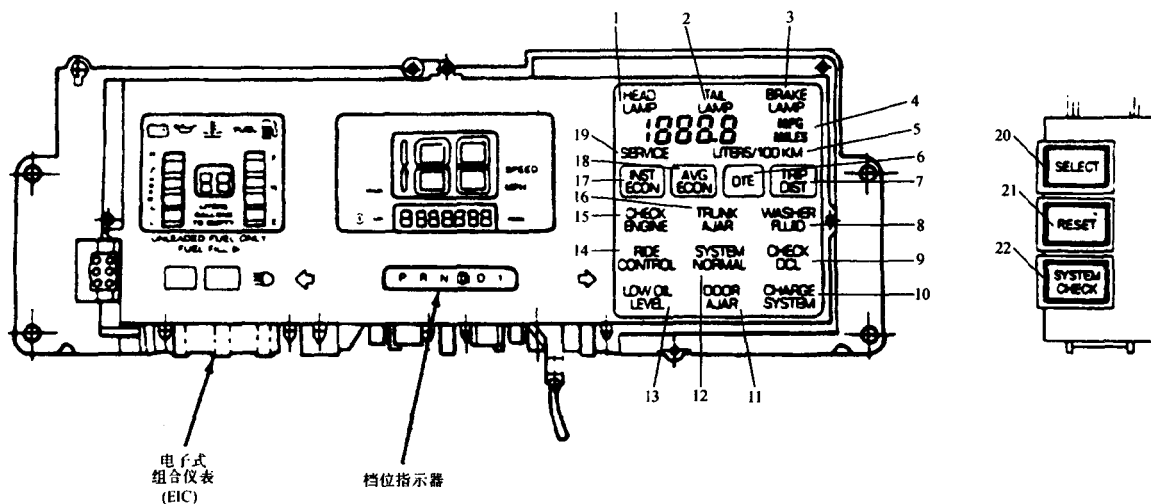

图 1-5 组合仪表和信息中心 - 大陆
1) 按下仪表板上的系统检查按钮,维修间隔提示里程会显示在燃油计量显示屏上(见图 1-5)。